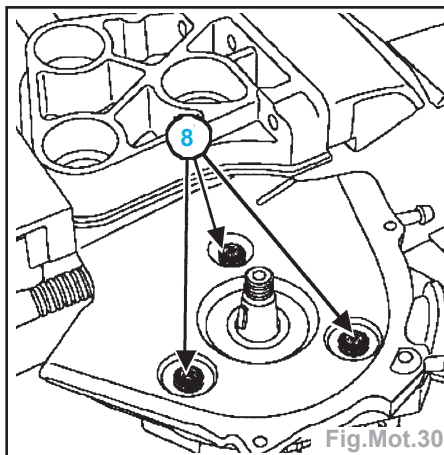

Fig.Mot.30
- Extraire la poulie en serrant la vis de poussée (7) de l'extracteur de poulie.
- Déposer (Fig.Mot.30) :
- les trois vis de fixation (8) de la pompe haute pression,